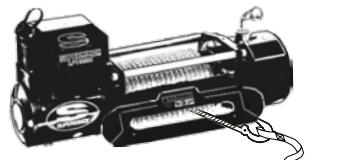

Figure 3
8. TENEZ-VOUS ÉLOIGNÉ DU TREUIL, DU CÂBLE MÉTALLIQUE ET DU CROCHET TENDUS LORSQUE VOUS UTILISEZ LE TREUIL. Ne placez jamais vos doigts dans le crochet. Si votre doigt restait coincé, il pourrait être arraché. UTILISEZ TOUJOURS LES PROTÈGEMAINS pour guider le câble métallique lors de l'enroulement ou du déroulement (voir Figure 3).